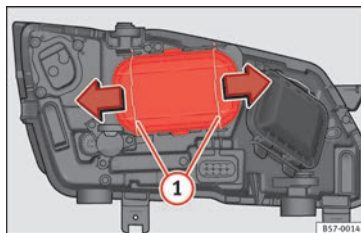

Fig. 102 Dans le compartiment moteur : retirer le cache.
2. Déplacez les tirants » **fig. 102** ① dans le sens de la flèche puis retirez le cache.